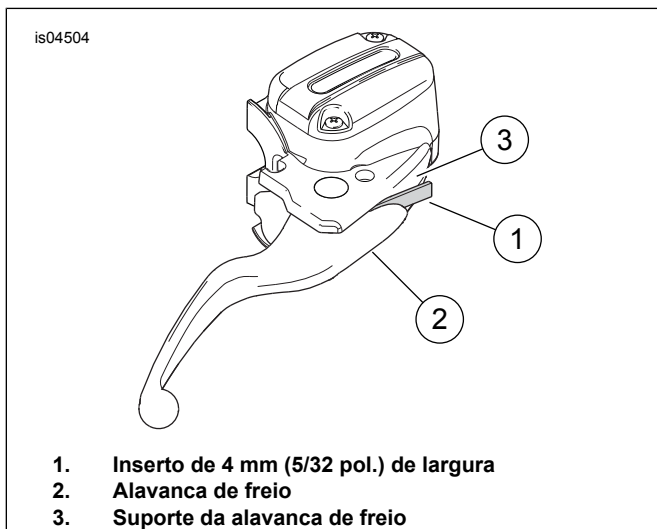

Figura 1. Proteção do interruptor da luz de freio
Use o ilhó de uma abraçadeira caso um inserto de papelão não esteja disponível. Veja Figura 1.
Use o ilhó de uma abraçadeira caso um inserto de papelão não esteja disponível. Veja a Figura 1
7. Coloque as **novas** gaxetas de cobre (6, incluídas no kit) em cada lado da conexão da linha do freio. Introduza o **novo** parafuso banjo (5) nas gaxetas e na conexão. Enrosque o parafuso na estrutura do cilindro-mestre e aperte com torque de 17–20 N·m (13–15 ft·lbs).
8. Remova o inserto da alavanca do freio. Veja a Figura 1.